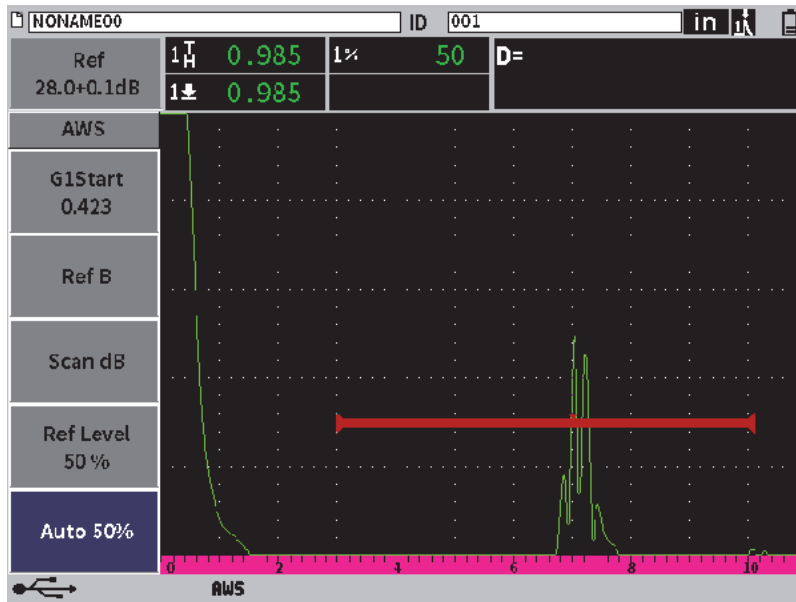

Рис. 11-25 Динамическая функция AWS с уровнем рег. 50 %
8. Нажмите клавишу Tab, чтобы выделить **Авто XX%** (значение по умолчанию 50 %), затем нажмите клавишу Enter (см. Рис. 11-25 на стр 210).